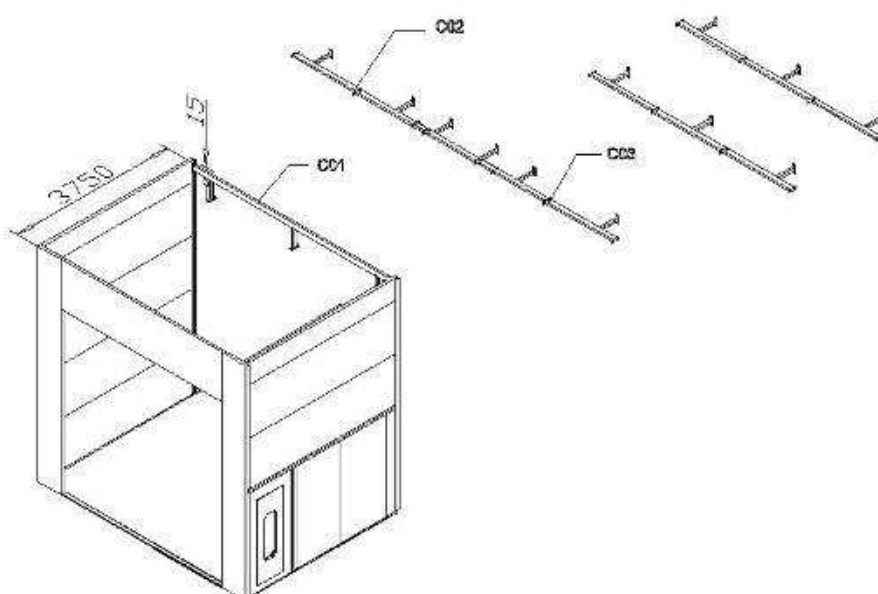

Рис. 2.6
1) Установите верхнюю часть и панели сверху вниз. Панели фиксируются гвоздями, зазор при этом должен быть минимальным. Одна поперечная балка фиксирует две боковых стеновых панели (см. рис. 2.6)